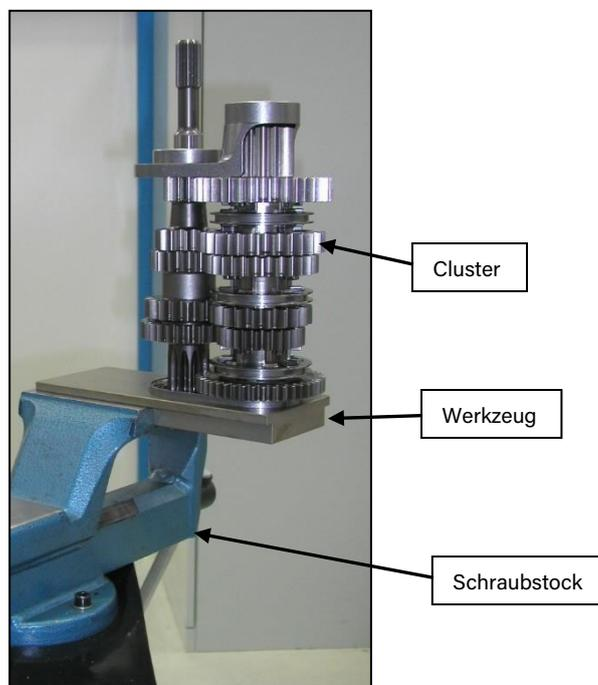

Bild 4
- Die Baugruppe mit dem Lagerträger auf die Montageplatte stellen (siehe Bild 4).